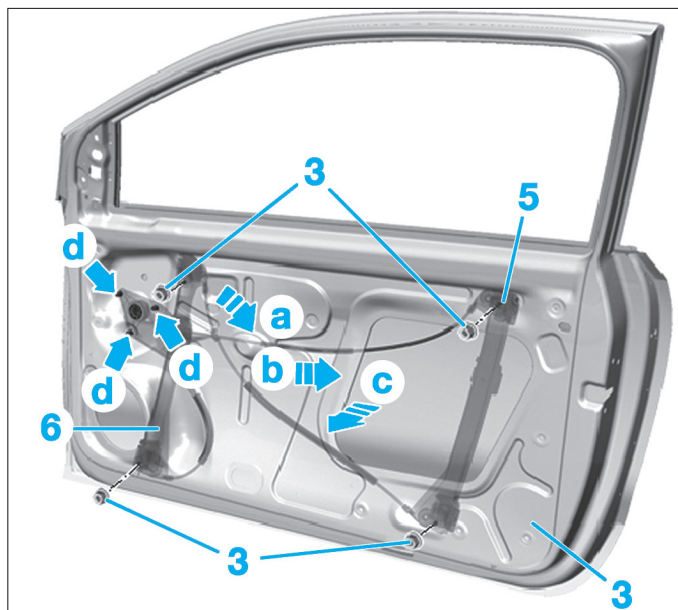

FIG. 84
- les écrous de fixation (3) du mécanisme du lève-vitre.
- Déverrouiller les crochets de fixation du tambour de câble en (d) et les engager dans la porte (Fig.84).
- Engager le lève-glace (5) dans la porte et le tourner légèrement dans le sens de la flèche (a).